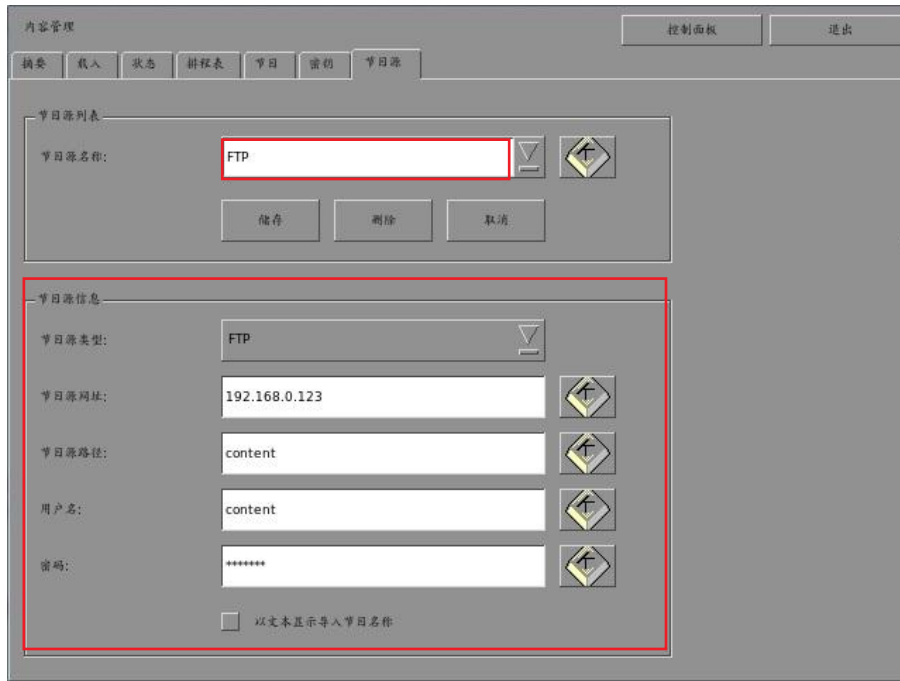

图 52 FTP 载入源设置.
1. 选择[节目源] 选项卡，随后点击 [添加] 按钮，将打开一个源设置页面，（请参考图 52）.